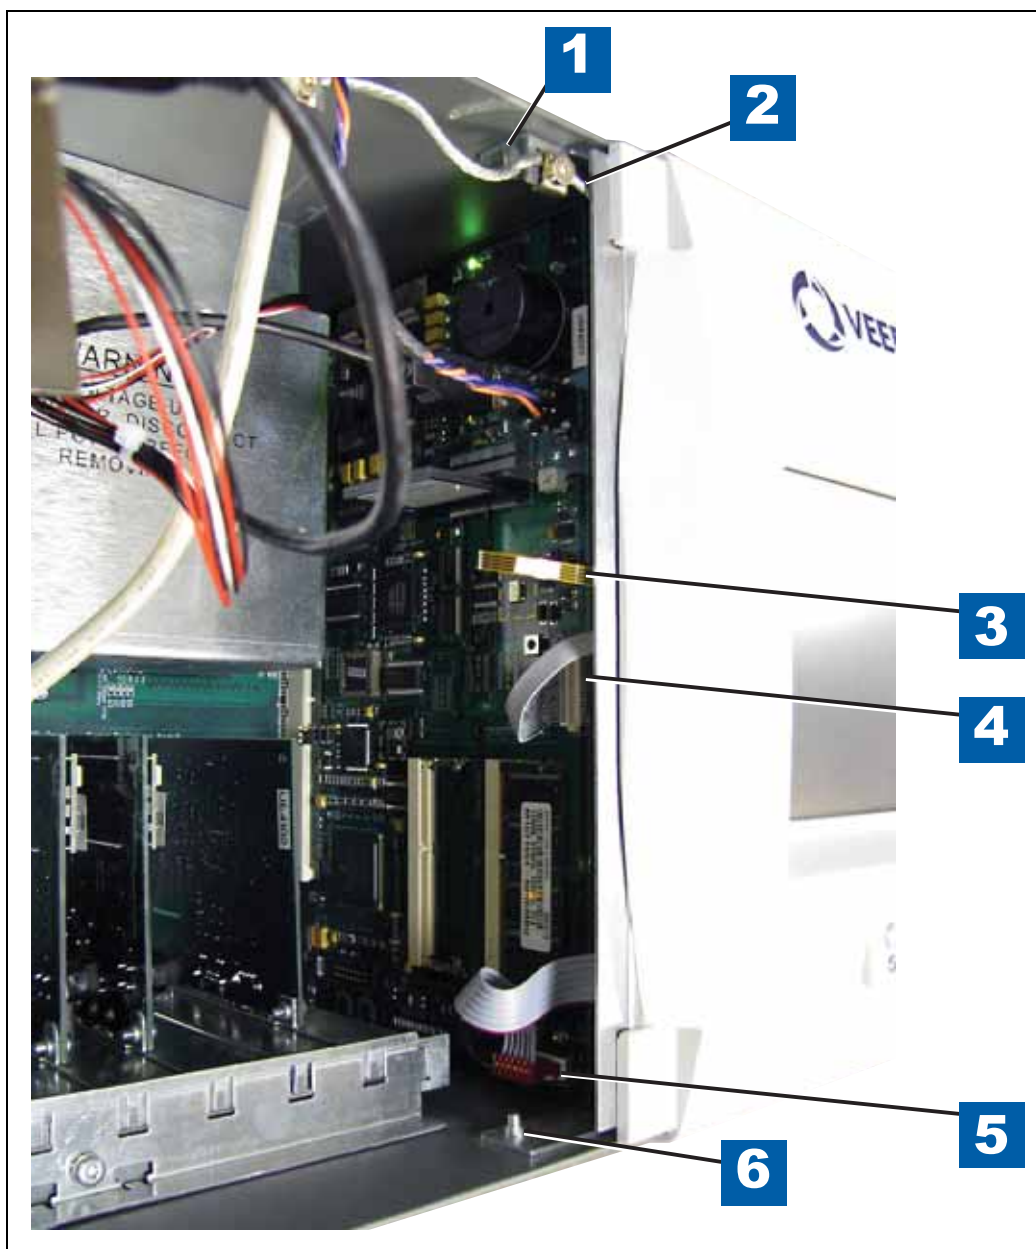

Figura 7. Remoção dos três cabos do painel do visor
4. Desconecte os conectores do cabo de controle do painel do visor sensível ao toque (3), do cabo de dados (4) e do cabo da luz de fundo dos LEDs (5) da placa CPU (ver Figura 7).
LEGENDA PARA CAIXAS NUMERADAS LIG Figura 7
6. Remova os parafusos das dobradiças superiores e inferiores, e a tampa do visor (itens 1 e 6 na Figura 7). Guarde os dois parafusos das dobradiças para serem usados na nova tampa do TLS-450PLUS.